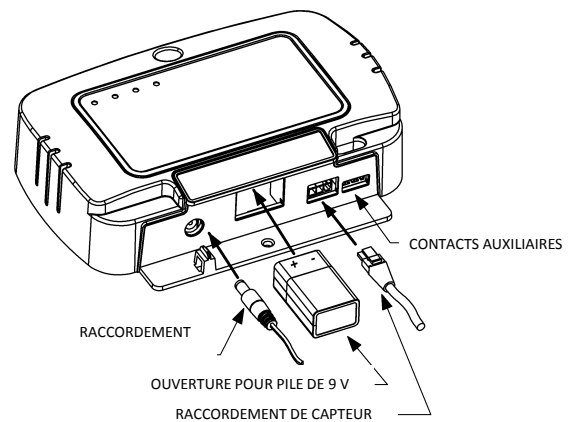

Figure 3
- 4) Diriger le câble du détecteur vers l'extérieur du puisard et le raccorder au fond de l'enceinte de l'alarme. Voir la **figure 3**.
- 4) Diriger le câble du détecteur vers l'extérieur de la fosse de rétention des eaux usées et le raccorder au fond de l'enceinte de l'alarme en s'assurant qu'il ne nuit pas au fonctionnement du flotteur de la pompe principale. Voir la **figure 3**.
- 1) Raccorder l'adaptateur d'alimentation électrique au module de l'alarme tel qu'illustré à la figure 3. Brancher l'adaptateur d'alimentation électrique dans la prise murale et s'assurer que le témoin vert d'alimentation s'allume.
- 2) Installer la pile de 9 V, tel qu'illustré à la **figure 3 (page précédente)**. En faisant attention à la polarité, la pile doit pouvoir être poussée délicatement en place et l'enclencher au fond du compartiment à pile.